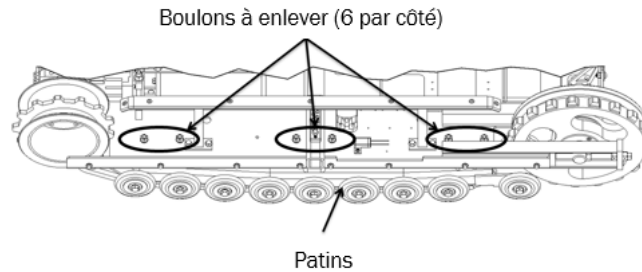

Figure 24 : Localisation des boulons des patins
1. À l'aide d'une clé, serrez les deux vis de tension afin que la distance entre le guide de vis de tension et le centre de l'arbre de roue de tension soit d'environ 2-1/4 po (57 mm) (voir la Figure 24).